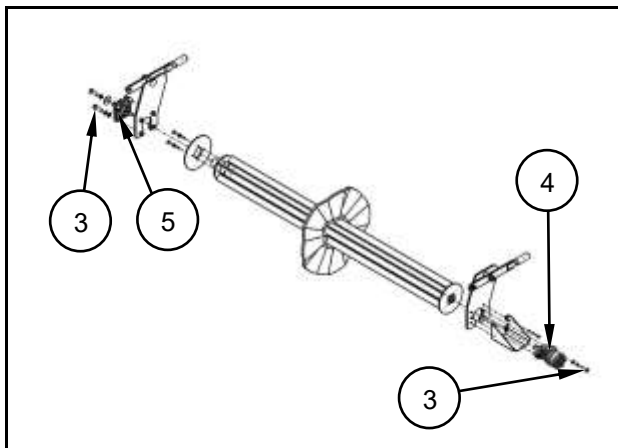

Fig. 6.3
- Monteringsskruer (3) på hydraulikmotoren (4) og lejet (5) løsnes og fjernes (fig. 6.3).